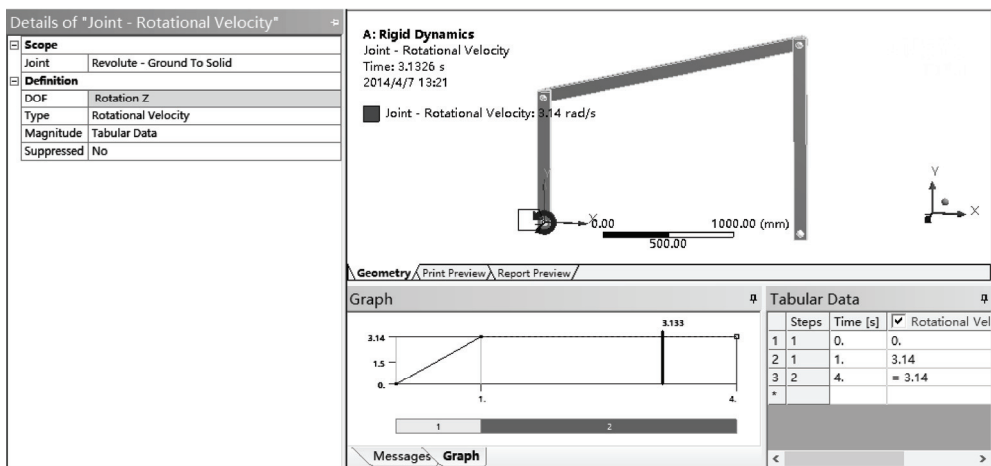

图 16-18 设置 Joint Load 对象
3) 设置 Joint Load 对象细节窗口, 选择的连接为短臂对应的对地连接, 设置结果如图 16-18 所示。